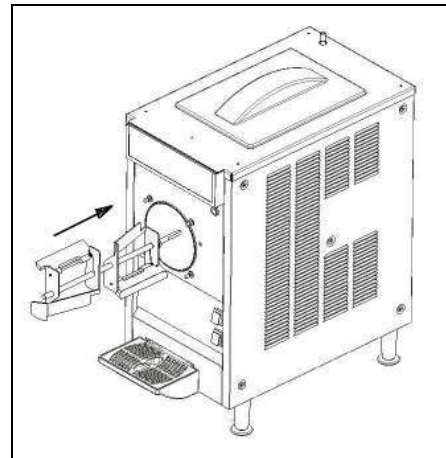

Fig. 21
- Insérer la spirale avec soin dans le cylindre en faisant en sorte que la queue arrière entre parfaitement dans son siège à l'intérieur du cylindre (fig.21).